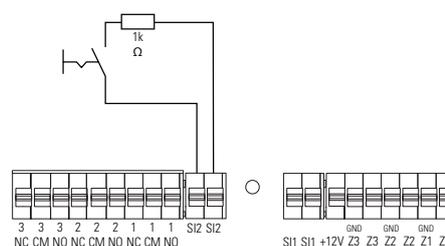
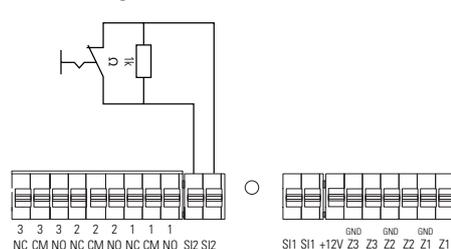

Figure 1
Figure 2
**Blocage** – Tous les luminaires branchés peuvent être bloqués lorsque le contact est activé (fermé comme sur la fig. 1 ou ouvert comme sur la fig. 2). Cela signifie que les luminaires sont éteints et que la fonction d'éclairage de sécurité est désactivée (par exemple, pour les temps d'inactivité, en dehors des heures de travail). La connexion peut s'effectuer via un interrupteur à clé ou un relais (par exemple : une GTC/GTB). Pour garantir un fonctionnement fiable en cas de court-circuit ou d'interruption de la ligne de blocage, ce contact est équipé d'un système de surveillance avec une résistance de 1 kOhm intégrée pour le blocage. Le contact doit être désactivé (ouvert comme sur la fig.1 ou fermé comme sur la fig.2) pour que le système SelvGuard revienne au fonctionnement normal.